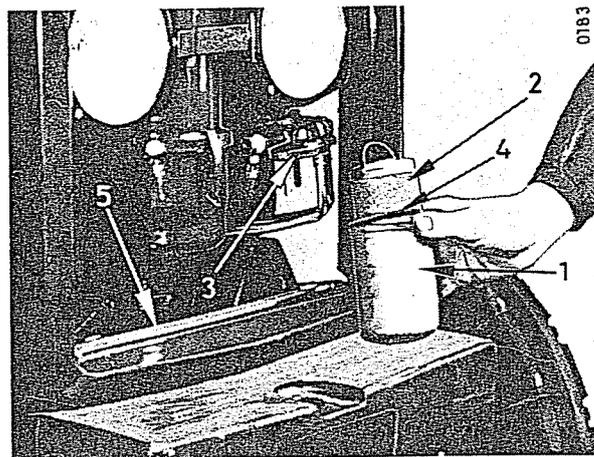

Fig. 38
Un coffre à outils (2, Fig. 14) permet de ranger l'outillage nécessaire à l'entretien du tracteur. En outre une rallonge pour clé à douille se trouve placée derrière la grille du radiateur (voir Fig. 38, repère 5)
- Placez un élément filtrant neuf (2, Fig. 38) dans la cuve du filtre (1) et fixez cette dernière sur le couvercle en veillant à ce que le joint (4) assure une parfaite étanchéité.